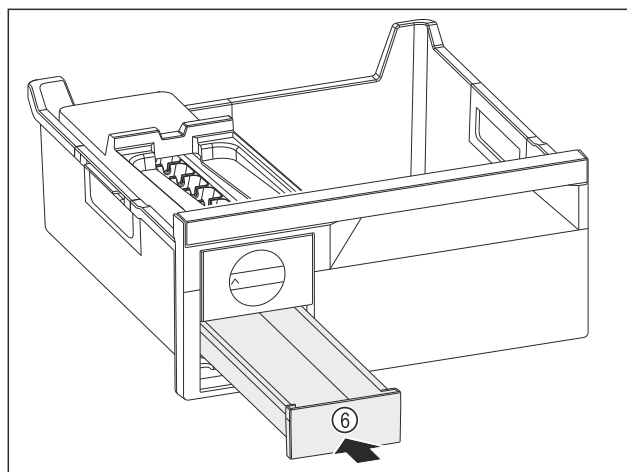

Fig. 176
- Shtyni brenda sirtarin e kubave të akullit Fig. 176 (6).